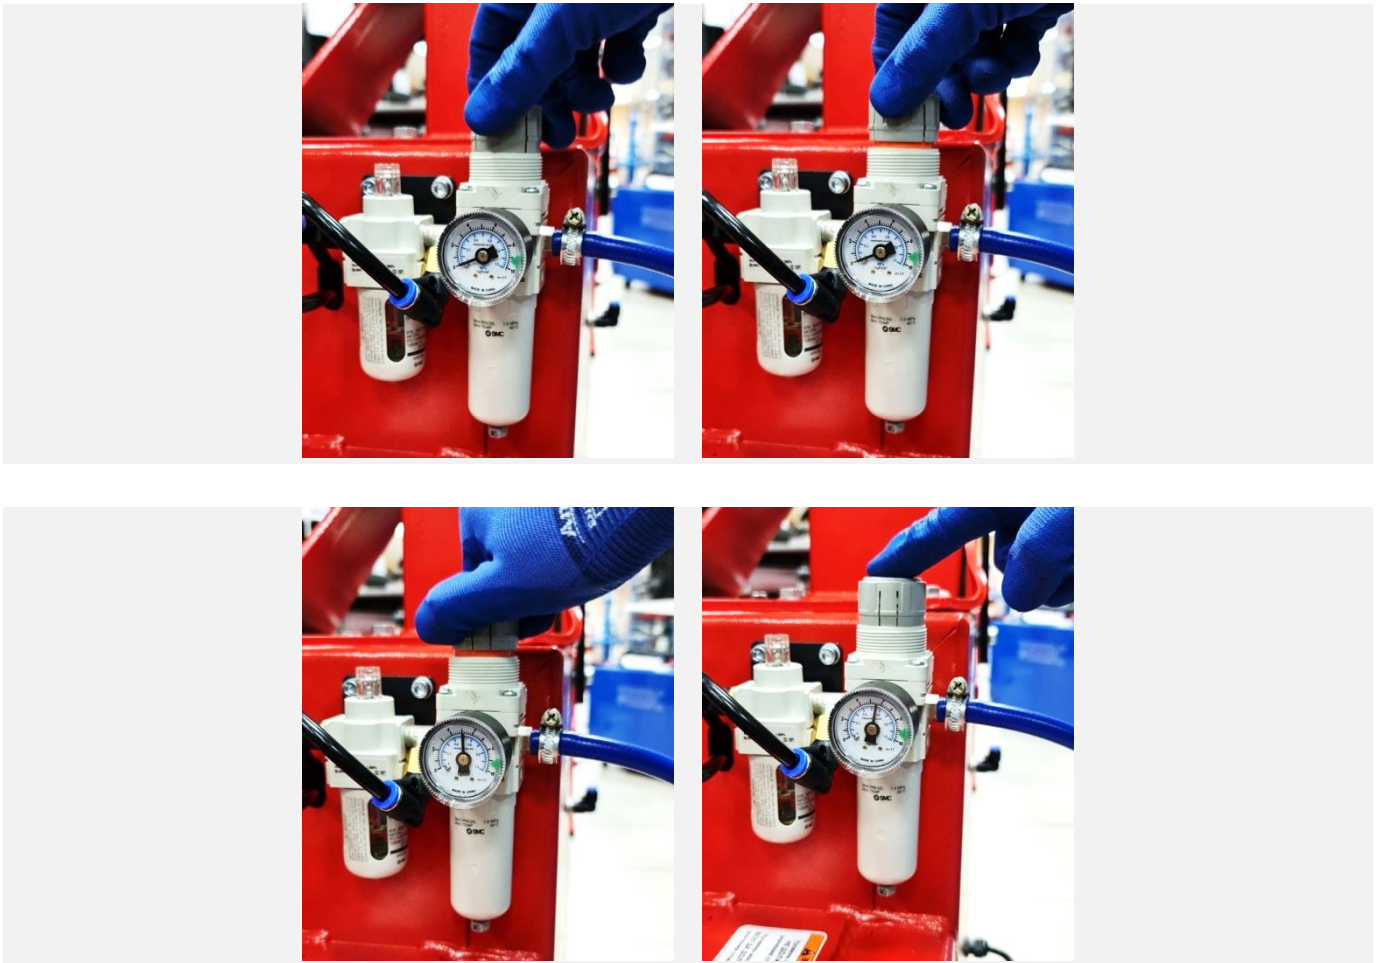

Рисунок 27
7.6.2 Выполнить регулировку давления сжатого воздуха в пневматической системе станка. Для этого поднять колпачок регулятора вверх и, плавно вращая регулятор, установить давление равным 10 бар по показаниям манометра на блоке подготовки воздуха. Заблокировать регулятор давления, опустив колпачок (см. Рисунок 27).